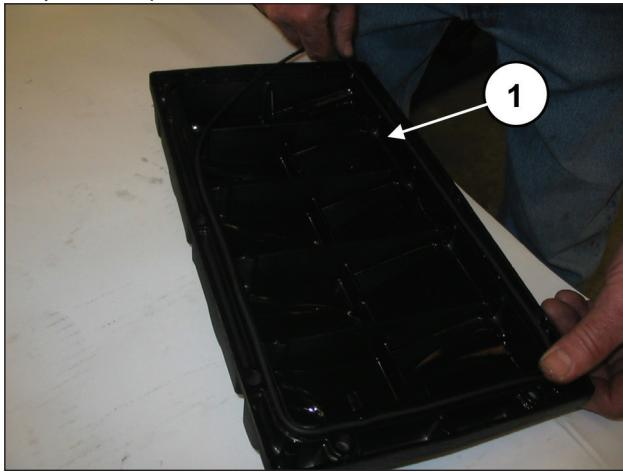
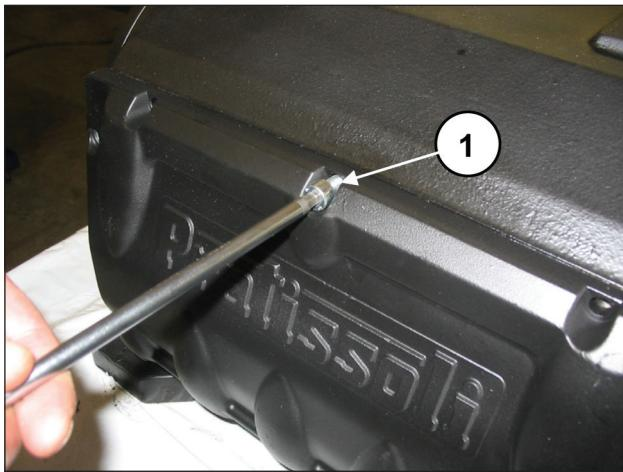

Рис. 84
Рис. 85
Вставьте уплотнительное кольцо в заднюю крышку (поз. ①, Рис. 84) и закрепите ее на картере с помощью 10 винтов M8x18 (поз. ①, Рис. 85).